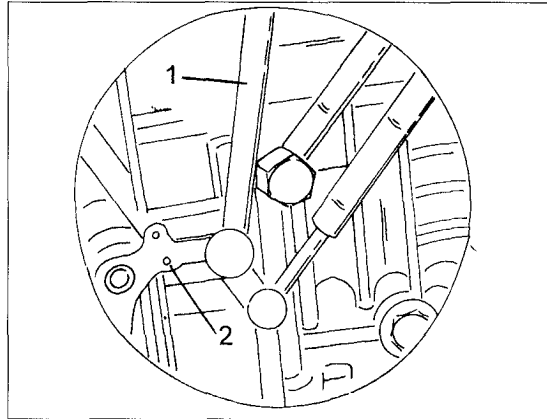

Bild 238
● Unter Bezug auf Bild 238 das Verbindungsgestänge (1) vom Führungshebel (2) abschliessen.